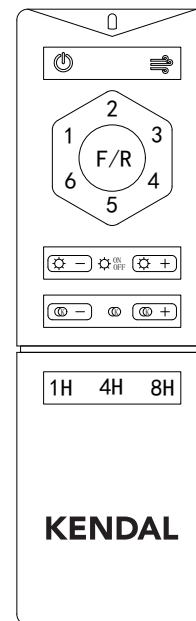

Figure 24
A. Appuyer sur la touche "  " pour éteindre le ventilateur (Cette touche sert uniquement à l'arrêt du ventilateur, ne permet pas de le démarrer, et n'affecte pas l'éclairage LED. Voir fig. 24)